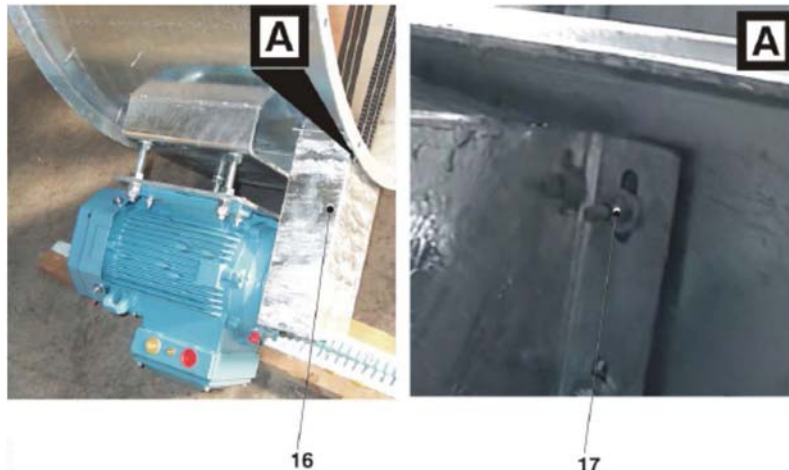

Figura 2-4: Particolare del montaggio della girante per i ventilatori dei modelli GFF-01 / GFF-04 / TFF-09 / TFF-12.
17. Installare la protezione pulegge (16, Figura 2-4) sulla virola utilizzando le viti già predisposte sulla struttura, il dado e la rondella (17).